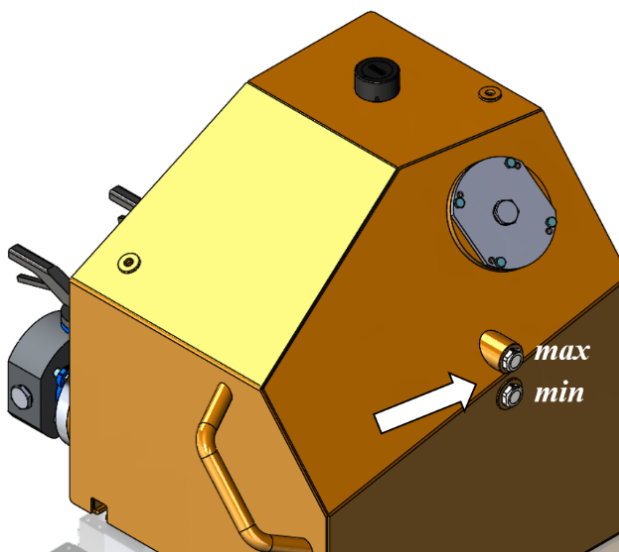

Рисунок 5.46. Проверка уровня масла в гидравлическом баке
- Проверить уровень масла в гидравлическом баке, см. рис. 5.46.